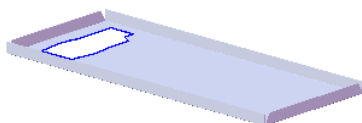

图 17.7.57 创建切除一拉伸 1
Step6. 创建图 17.7.57 所示的切除一拉伸 1。